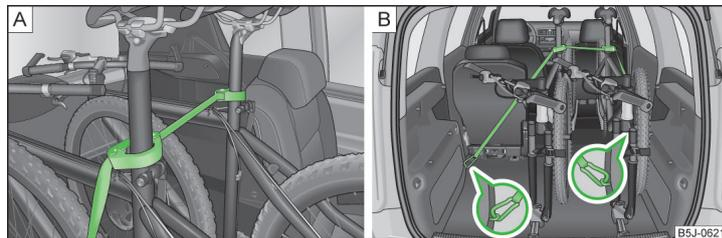

Fig. 75 Asegurar las bicicletas
- Colocar la abrazadera con la pieza de goma hacia delante (en el sentido de la marcha) en la parte más baja posible del soporte del sillín y cerrarla » fig. 75 - **A**.
- Para transportar dos bicicletas, tensar la correa » fig. 75 - **A** entre los sillines separando las bicicletas.
- Enganchar los mosquetones en los extremos de la correa en las argollas de retención detrás de los asientos traseros » fig. 75 - **B**.